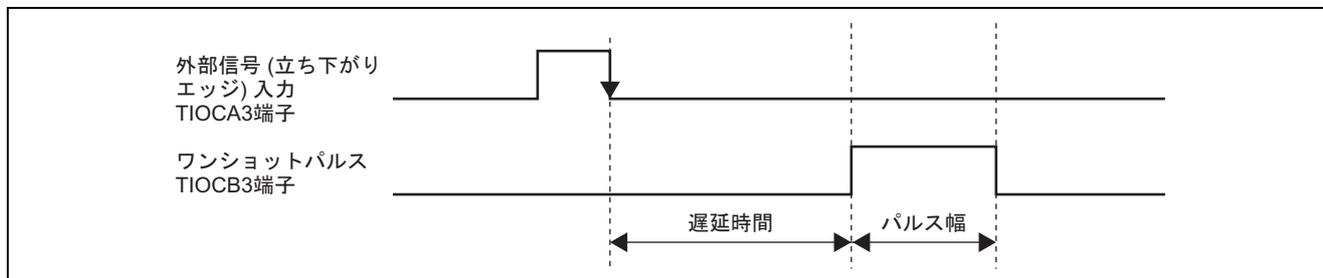

図1 ワンショットパルス出力
- (1) 図 1 に示すように、外部信号の立ち下がりに同期してワンショットパルスを出力します。
- (2) TPU\_3 のバッファ動作機能と DMAC 転送機能を使用します。
- (3) 遅延時間およびパルス幅は、任意の値を設定可能です。